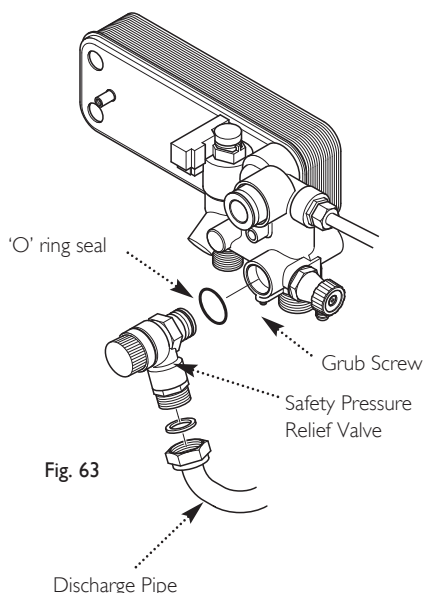

Fig. 63
15.16 Safety Pressure Relief Valve (Fig. 63)